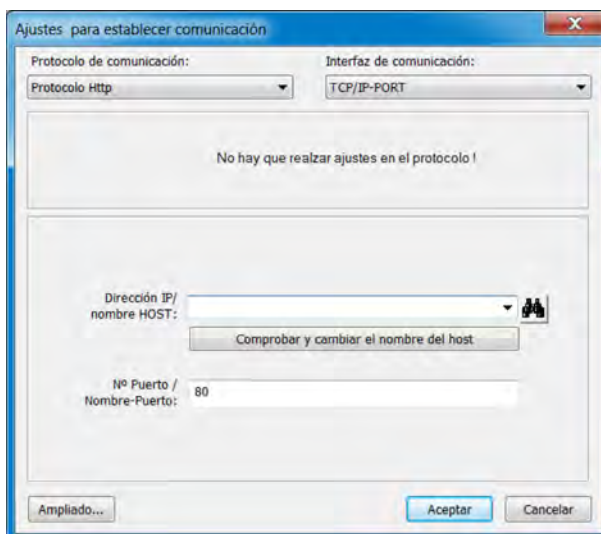

Fig. 116: Ajustes de establecimiento de la comunicación
3. ► Efectúe los ajustes del protocolo y la interfaz y haga clic en «Aceptar». Si es necesario, antes haga clic en el botón «Avanzado...» para efectuar ajustes avanzados de comunicación. (Véase Fig. 116 .)